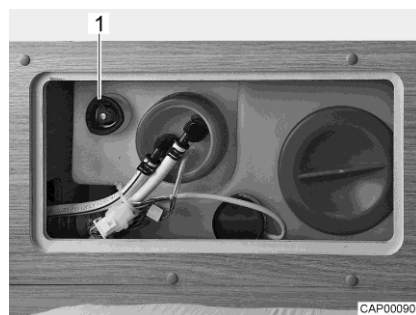

Bild 93 Wassertank mit Drehgriff
- Auf dem Wassertank den Drehgriff (Bild 93,1) im Uhrzeigersinn bis zum Anschlag drehen.
- Auf dem Wassertank den Drehgriff (Bild 93,1) entgegen dem Uhrzeigersinn bis zum Widerstand drehen. Das Wasser läuft bis auf ca. 20 Liter aus.